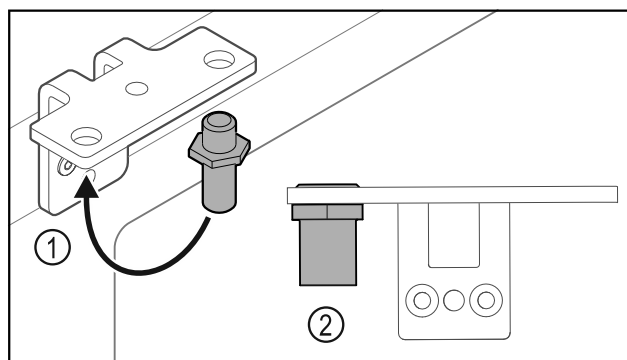

Fig. 36
- Přesaďte čep Fig. 36 (1) v úhelníku závěsu.
- Utáhněte čep Fig. 36 (2) **utahovacím momentem 12 Nm**.